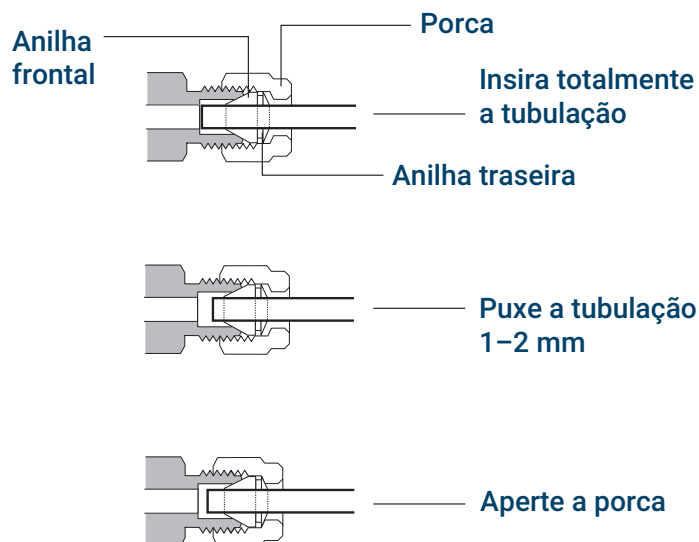

Figura 19. Inserir a tubulação
4. Empurre a tubulação totalmente para dentro do plugue e depois puxe-a para fora aproximadamente 1 a 2 mm. Consulte a **Figura 19**.